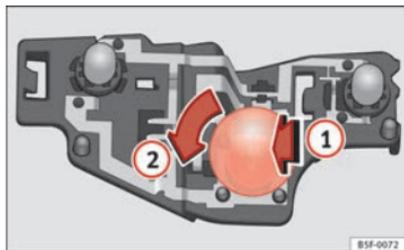

Abb. 197 Position der Glühlampen am Lampenträger.
- Drücken Sie die Lampe leicht in den Lampenträger ⇒ Abb. 197 **1**, drehen Sie sie anschließend nach links **2** und nehmen Sie die defekte Lampe heraus.